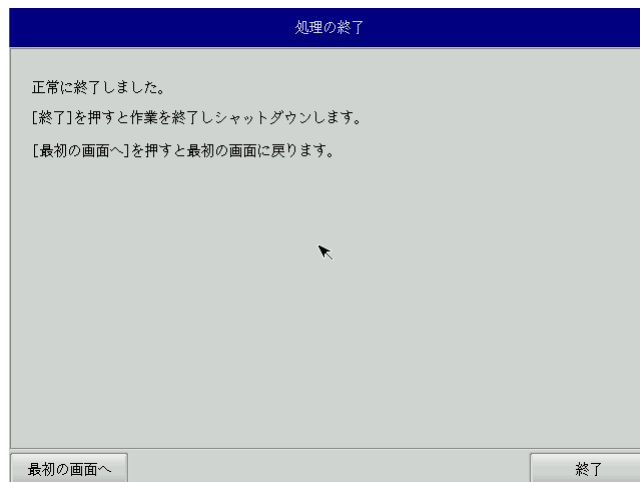

図 5-3-4. 終了画面
- ⑧ 終了画面（図 5-3-4）が表示されると工場出荷イメージの書き込みは完了です。[終了]ボタンを押して電源を落とし、DVD ドライブを外します。